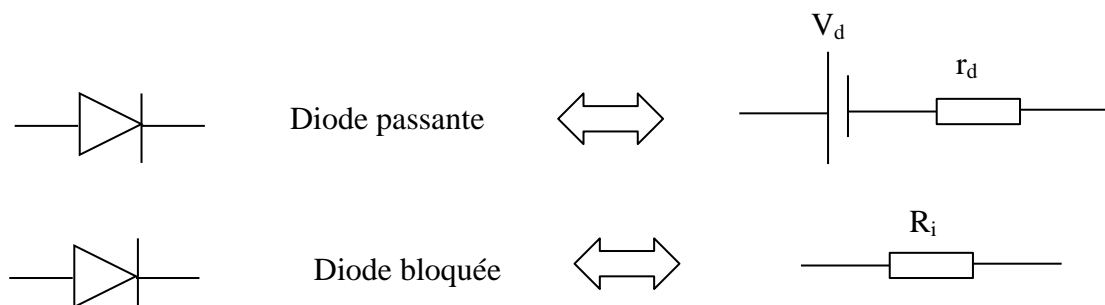

Figure III.8 : Schéma équivalent à une diode réelle.
- Alors qu'à l'état bloqué, la diode sera remplacée par une résistance  $R_i$  de grande valeur (figure III.8).